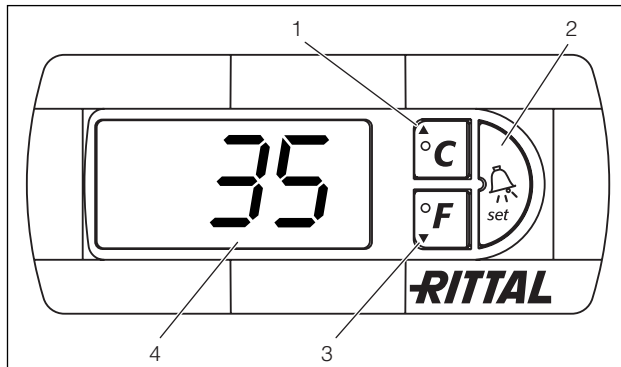

図 38: コンフォートコントローラ
コンフォートコントローラは 7 セグメント表示で自由に設定ができます (図 38、No. 4)。電源が入ると、約 2 秒間最新のソフトウェアバージョンがコントローラに表示され、その後、設定したオプション (例えば t10) または温度が表示されます。その後の正常運転時には、温度 (摂氏または華氏の切替可能) やエラーメッセージなどが表示されます。通常は現在のエンクロージャー内部温度が表示されていますが、エラー発生時には、温度表示に変わってエラーメッセージが表示されます。
ユニットのプログラムは 1 ~ 3 までのキー (図 38) で行います。プログラム用パラメータも同様にモニター表示されます。
- キー 1 とキー 2 (図 38) を同時に最低 5 秒間押し続けます。
1、2、3 の各キー (図 38) を使って、24 種のパラメータを一定範囲内 (最小値 ~ 最大値) で変更できます。